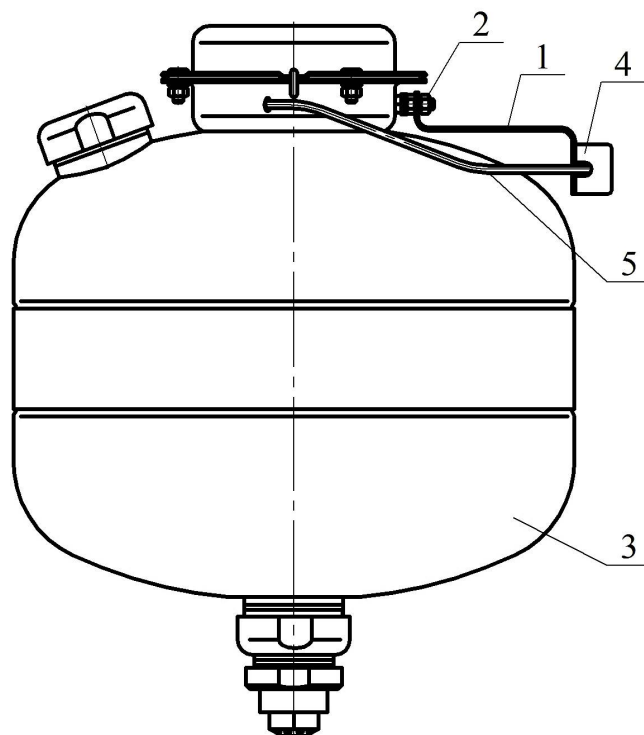

Рисунок 2
д) упаковка МУПТВ – 1 шт.ж) по заявке Потребителя (см. рисунок 2):
4.1.2 Для удобства монтажа по заявке Потребителя МУПТВ может быть дополнительно укомплектован коробкой монтажной огнестойкой КМ-О 4(к)-IP41-s с кронштейном для монтажа ее на корпусе модуля (см. рисунок 2). В данном случае на кронштейне 1, закрепленном гайкой 2 на фланце МУПТВ 3, установлена коробка монтажная 4. Выводы элемента электропускового 5 ИХГ, вставленные в трубку ПВХ, соединены с коробкой монтажной 4. Соединение МУПТВ с пусковой цепью производится согласно утвержденному проекту.